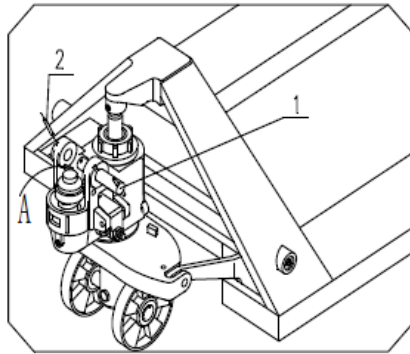

Fig. 1
3.1 Veja a fig. 1, puxe o pino 1.